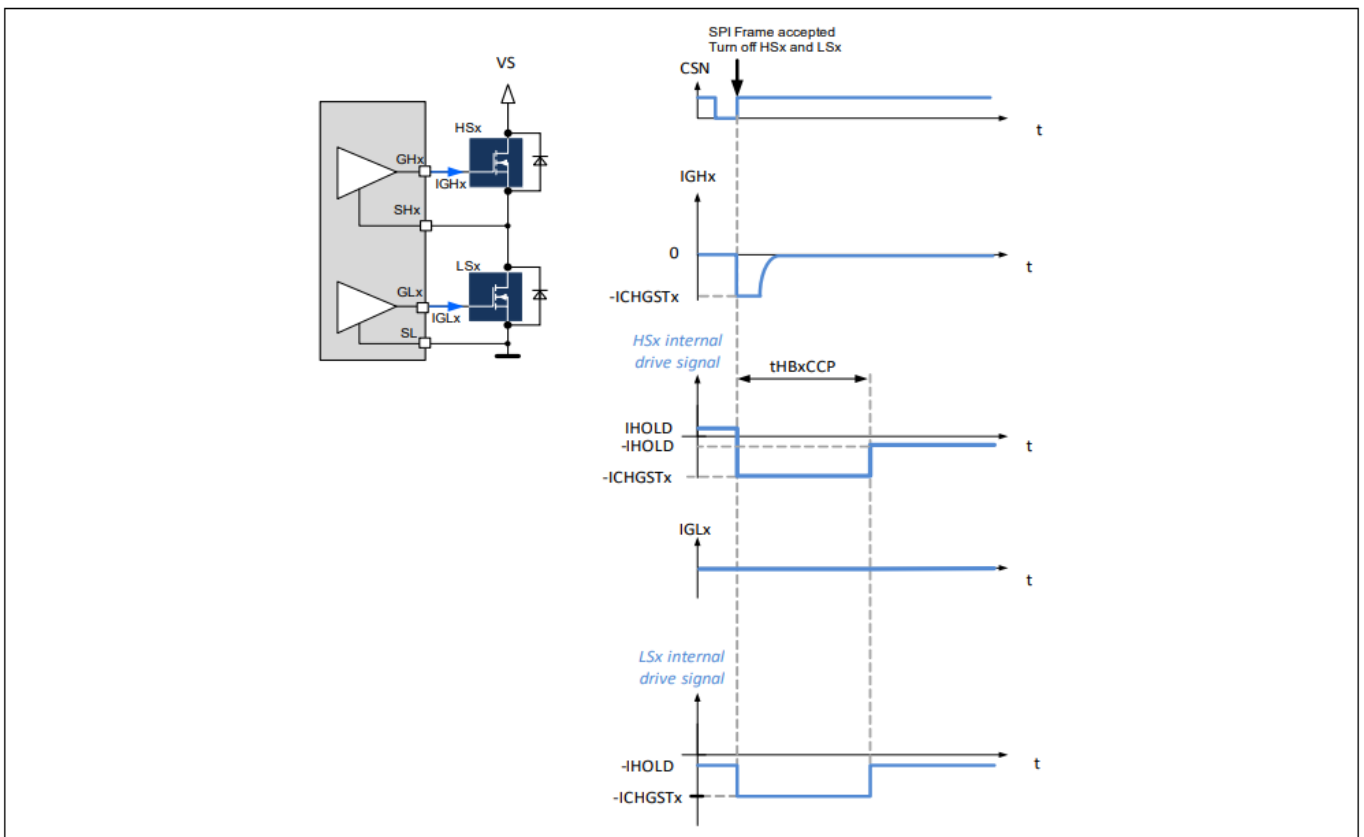

图9 半桥高边和低边MOSFET的关断
- HSx 和 LSx 的栅极在 $t_{\text{HBxCCP Active}}$ 时间内 (图 9) 通过电流 $-I_{\text{CHGSTx}}$ 放电